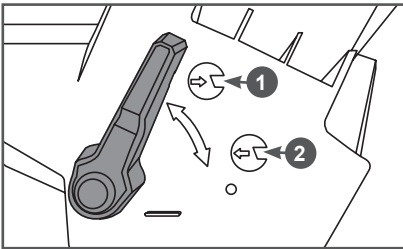

Рис. 8 Положения рычага переключения режимов работы
- определить режим/режимы использования устройства. Переключение режима работы (воздуходувка или пылесос) осуществляется переключателем 1 (Рис. 8).